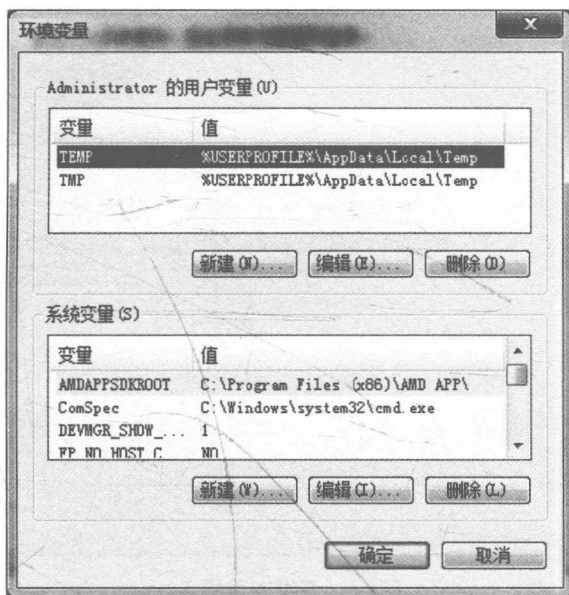

图1-3 【环境变量】对话框
Step03 在【系统属性】对话框中单击【高级】选项卡，在“启动和故障恢复”区域单击“环境变量(N)...”图标，得到如图1-3所示的对话框。